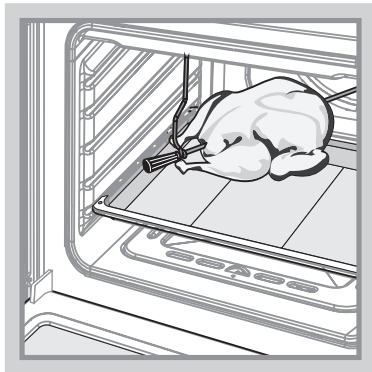

Рис. 6
- Насадите на штык кусок мяса или тушку птицы и закрепите его вилками посредством крепежных винтов. Закрепленный на штыке кусок мяса должен находиться точно под грилем (рис. 6).